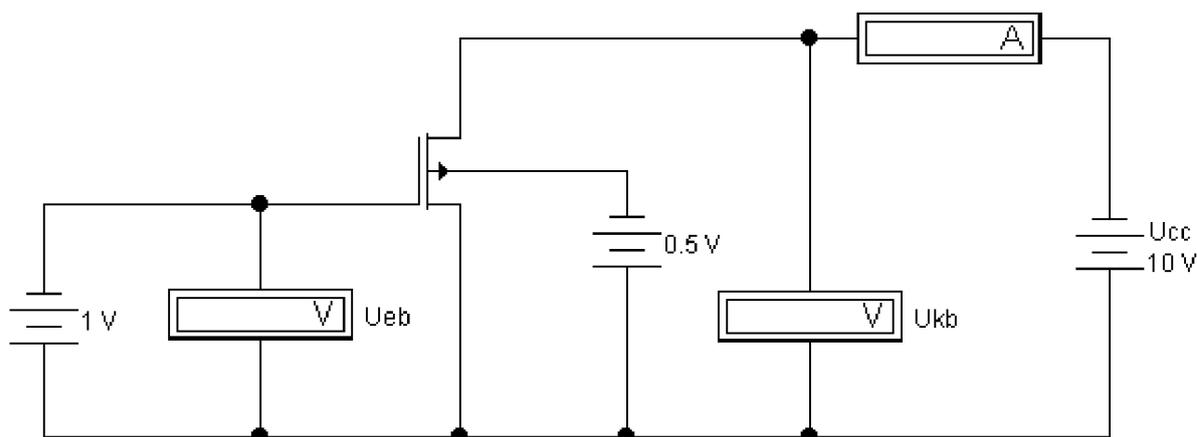

Рис. 13. Схема для исследования характеристик МДП-транзисторов
Для исследования характеристик МДП-транзисторов используется схема на рис. 13. С ее помощью можно получить семейство выходных характеристик МДП-транзисторов при фиксированных значениях напряжения на затворе U_g и подложке U_b . Располагая такими характеристиками, можно определить крутизну транзистора S при управлении со стороны затвора, а также крутизну при управлении со стороны подложки $S_b = \Delta I_d / \Delta U_b$; статический коэффициент усиления $M = \Delta U_d / \Delta U_g$; выходное дифференциальное сопротивление $R_d = \Delta U_d / \Delta I_d$ и другие параметры.
1. Соберите на рабочем поле схему (рис. 13) и включите схему. Снимите сток-затворные характеристики полевого транзистора: $I_c = f(U_{си})$, $U_{зи} = \text{const}$. Установите $U_{си} = 10 \text{ В}$, и снимите показания приборов при этом значении для $U_{зи}$ и I_c .